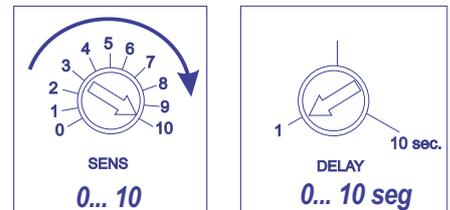

Figura 2
3 - Com o tanque vazio ou sem contato do produto com a ponta sensora, gire o trimpot SENS no sentido horário até o LED vermelho (L2) acender e marque a posição. Se o LED (L2) não acender, considere a posição final (10) da escala, conforme figura 2.